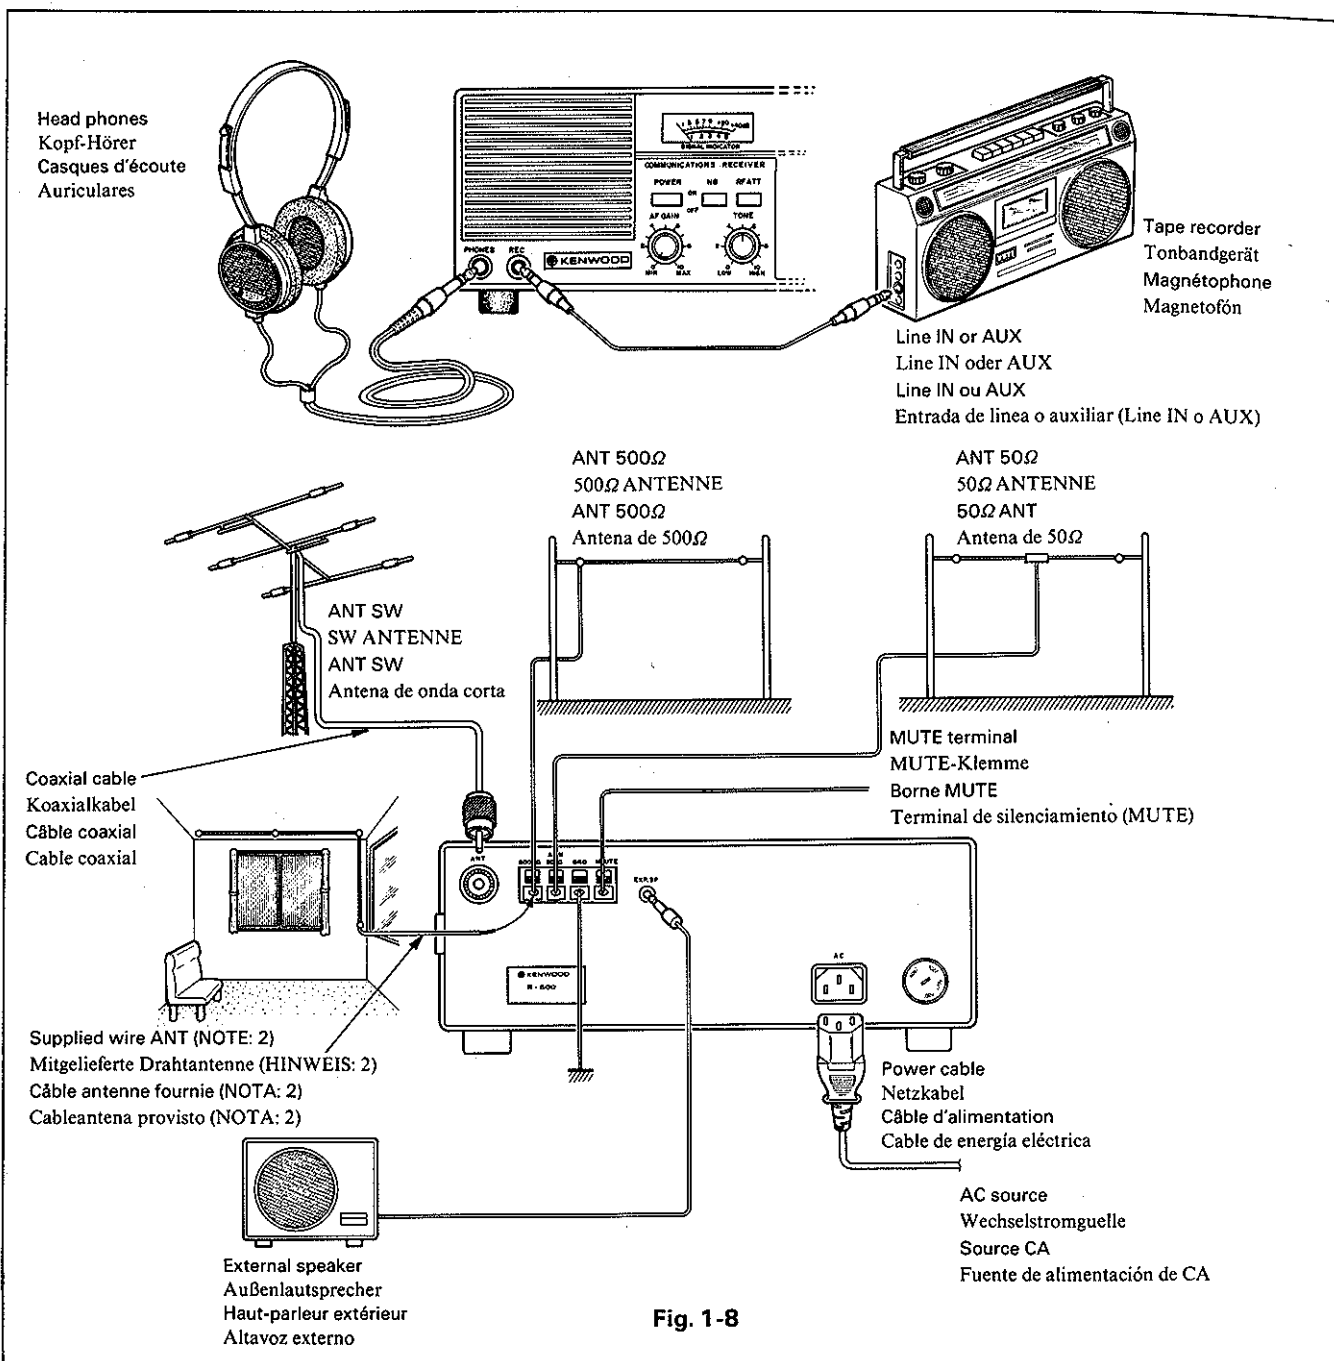

Fig. 1-8
1. Fig. 1-8 shows an example of R-600 interconnection.
1. Abb. 1-8 zeigt ein Beispiel der Zwischenverkabelung am R-600.
1. La Fig 1-8 donne un exemple de l'interconnexion du R-600.
1. La Fig. 1-8 ilustra un ejemplo de las distintas interconexiones del R-600.